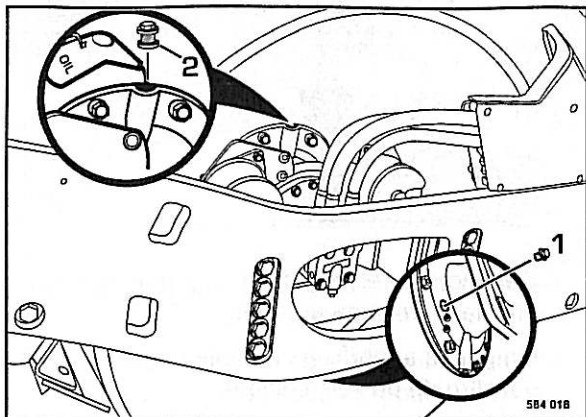

Fig. 80
- Estacionar el rodillo de forma que el tapón de descarga y llenado 2 (Fig. 80) se encuentra en el punto más arriba.
- Limpiar y desenroscar el tapón de control de aceite (1).